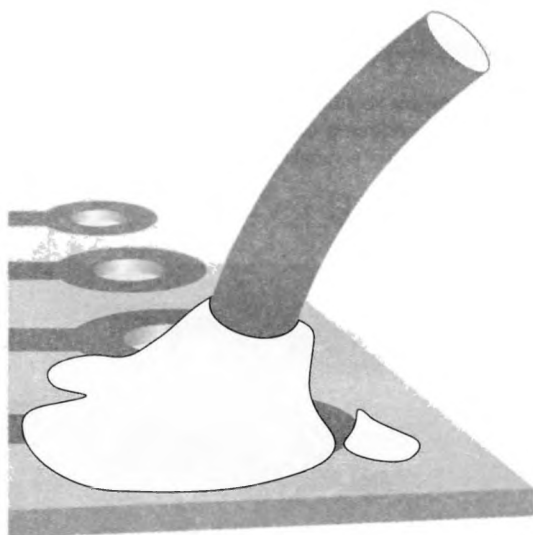

Рис. 4.51. При избытке припоя он окажется не там, где вам хотелось бы
1. Избыток припоя. Прежде чем вы успеете об этом подумать, припой расплзется по плате, дойдет до следующей медной дорожки и застынет на ней, как показано на рис. 4.51. Если такое случится, то вы можете либо попытаться убрать лишний припой с помощью набора для выпайки, либо срезать ножом. Лично я предпочитаю нож, потому что если удалять припой резиновой грушей или оплеткой для выпайки, часть его все равно останется.